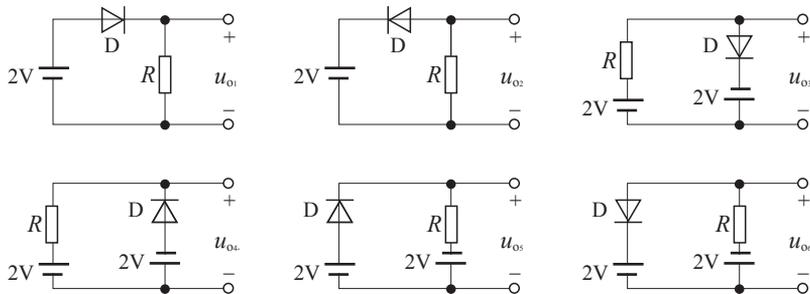

图 T1
- 写出题图 T1 所示各电路的输出电压值，设二极管均为理想二极管。